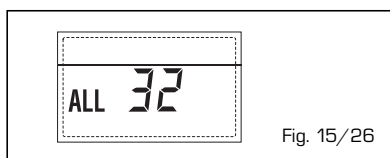

Fig. 15/9
- **THREE-ZONE SYSTEM CONFIGURATION ANOMALY "ALL 32" (fig. 15/26)**